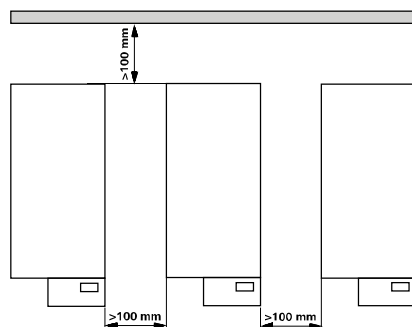

Fig. 2
- Rispettare le distanze minime tra gli apparecchi, tra l'apparecchio e la parete e al di sopra della struttura (min. 800 mm), (vedere fig. 2).